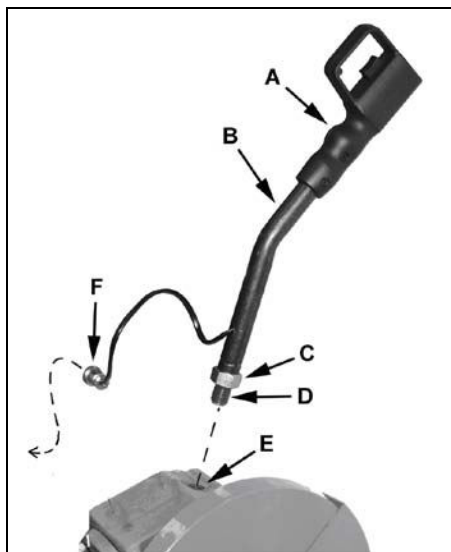

Рис. 1
Вкрутите резьбовой наконечник (D, Рис. 1) рукоятки (B) в резьбовое отверстие (E).
Кнопкой на рукоятке (A, Рис. 1) можно запускать и останавливать станок.